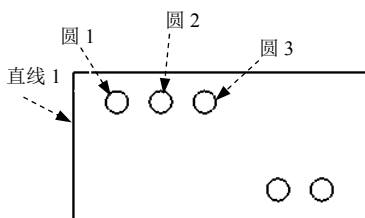

图 6.3.11 选取标注对象
Step3. 选取要标注的图元。依次选取图 6.3.11 所示的“直线 1”“圆 1”“圆 2”和“圆 3”。